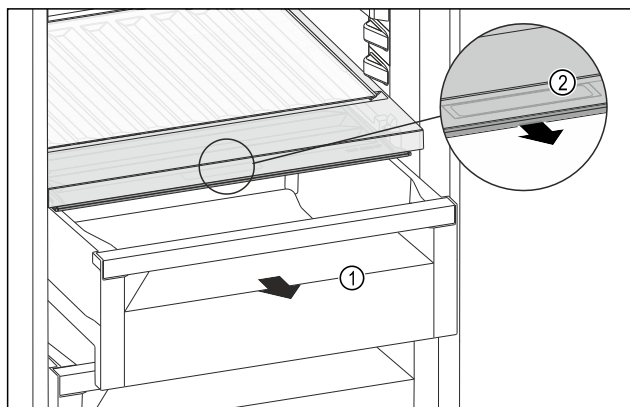

Fig. 214
- ▶ Wyciągnąć szufladę Fig. 214 (1).
- ▶ Chwycić uchwyt wpuszczany Fig. 214 (2) na pokrywie komory i pociągnąć pokrywę jednocześnie do przodu.